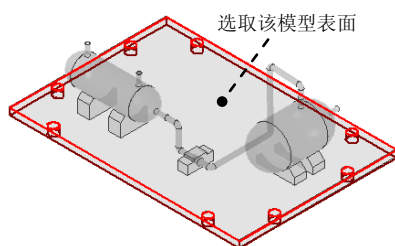

图 8.12.2 选取模型表面
(1) 选择命令。在“主页”功能选项卡“剪贴板”区域中单击  按钮, 选择  零件间复制命令; 系统弹出“零件间复制”命令条。
(2) 定义要复制的零件。在系统的提示下, 在模型树中选择 plate 零件。
(3) 定义要复制的面。然后选取图 8.12.2 所示的零件模型表面, 单击右键。
(4) 单击  按钮, 所选的模型表面便复制到 cover.psm 中。